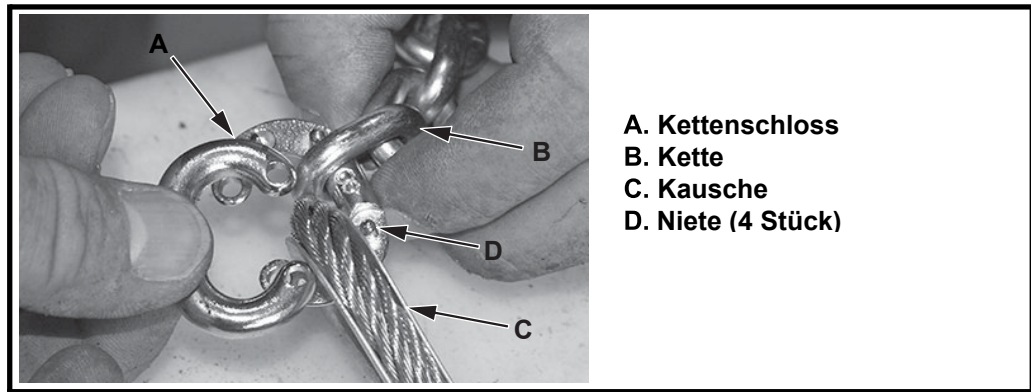

Abbildung 11 Auswechseln des Kettenschlosses
- Montieren Sie ein neues Kettenschloss wie folgt (Abbildung 11):
- Bringen Sie eine Hälfte des Kettenschlosses (A) an der Kette (B) und an der Kausche (C) an.
- Legen Sie das Kettenschloss auf eine feste Oberfläche und schlagen Sie mit einem Hammer auf die Niete (D), um die Kettenschlosshälften miteinander zu verbinden.